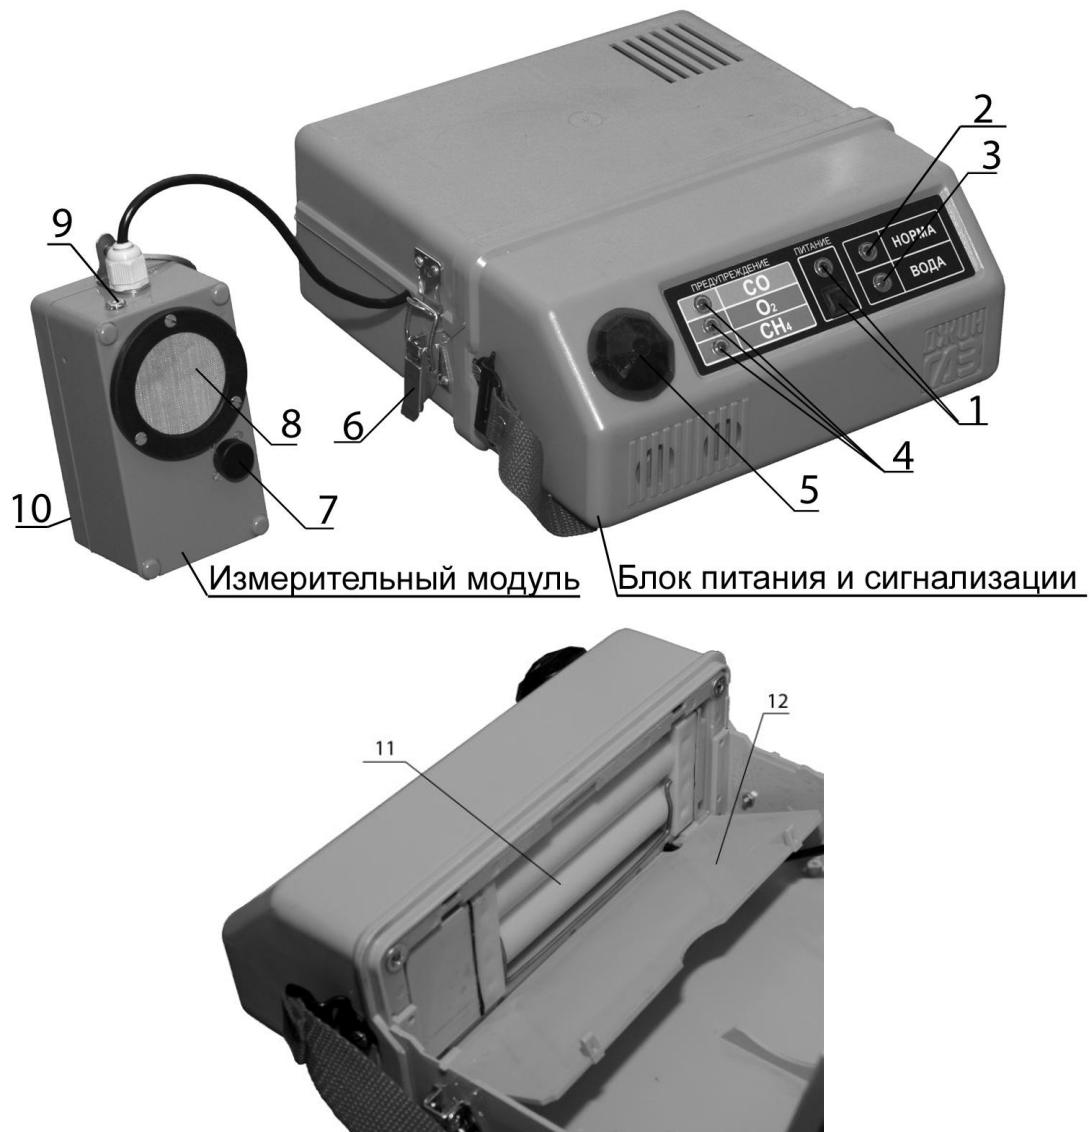
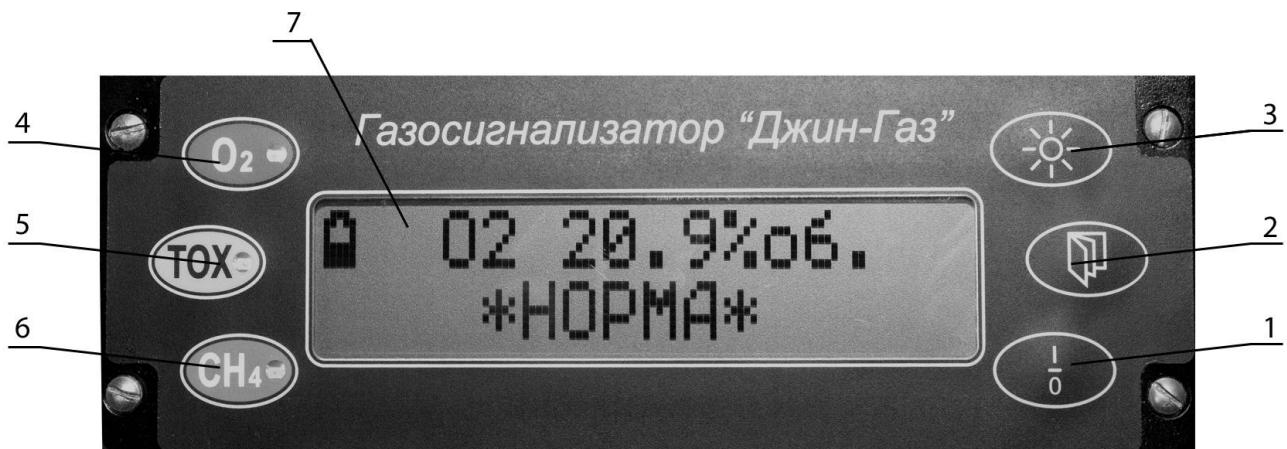

Рисунок 1. Общий вид газосигнализаторов «Джин-газ» ГСБ-ЗМ-01 и ГСБ-ЗМ-02:
Рисунок 3. Лицевая панель газосигнализатора «Джин-газ» ГСБ-ЗМ-05/06/07
4.1 Газосигнализатор, представляет собой конструкцию, состоящую из блока питания и сигнализации (Рисунок 1, исполнение ГСБ-3М-01, ГСБ-3М-02; рисунок 1а, исполнение ГСБ-3М-05; рисунок 2, исполнение ГСБ-3М-05, ГСБ-3М-06, ГСБ-3М-07), собранного в корпусе с откидывающей крышкой и двумя запирающими устройствами, и измерительного модуля, собранного в герметичном ударопрочном прямоугольном корпусе из поликарбоната с антистатическим покрытием, который соединен с блоком питания и сигнализации трехжильным экранированным несущим кабелем длиной до 50 м (базовый вариант поставки – 7 м).
4.2.1 Для газосигнализаторов “Джин-газ” ГСБ-3М-01 и ГСБ-3М-02 (корпус А) органами управления и индикации являются (Рисунок 1):
- кнопка ПИТАНИЕ (1), предназначенная для включения и выключения прибора, и индикатор зеленого цвета ПИТАНИЕ (1);
- индикатор зеленого цвета НОРМА (2);
- индикатор красного цвета ВОДА (3);
- индикаторы красного цвета сигналов ПРЕДУПРЕЖДЕНИЕ по каждому из каналов (4);
- фонарь дополнительной тревожной сигнализации (5);
4.2.2 Для газосигнализаторов «Джин-газ» ГСБ-3М-05 (корпус А) органами управления и индикации являются (Рисунок 1а):
- кнопка ПИТАНИЕ (1), предназначенная для включения и выключения прибора;
- кнопка ВЫБОР ЭКРАНА (2);
- кнопка СВЕТ (3);
- индикатор красного цвета ПРЕДУПРЕЖДЕНИЕ СО (4);
- индикатор красного цвета ПРЕДУПРЕЖДЕНИЕ О₂ (5);
- индикатор красного цвета ПРЕДУПРЕЖДЕНИЕ СН₄ (6);
- ДИСПЛЕЙ (7);
- фонарь (8) дополнительной тревожной сигнализации.
4.2.3 Для газосигнализаторов “Джин-газ” ГСБ-ЗМ-05, ГСБ-ЗМ-06 и ГСБ-ЗМ-07 (корпус Б) органами управления и индикации, расположенные под откидывающейся крышкой блока питания и сигнализации, являются (Рисунок 3):
- ЖК табло (7);
Рисунок 1а. Общий вид газосигнализатора «Джин-газ» ГСБ-3М-05(корпус А).